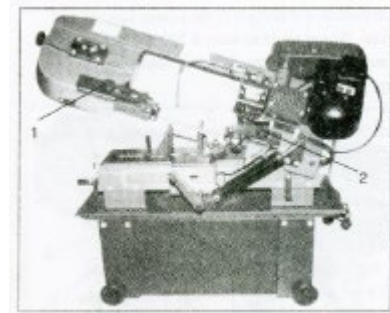

Fig.6
1. Lösen Sie die Knöpfe (1 und 2 – Abb. 6) und schieben Sie die Sägeblattsteuerung so nahe wie möglich an das Material, ohne den Sägeschnitt zu berühren.